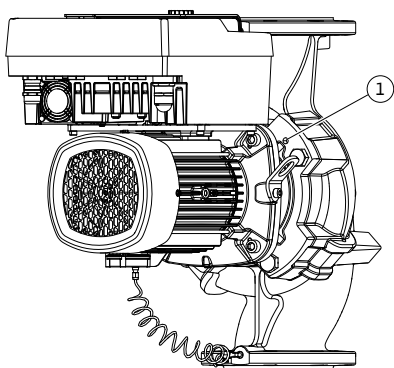

Fig. 103: Wypchnięcie głowicy silnika przez gwintowane otwory
12. W przypadku typu pompy (Fig. III, IV) śruby poz. 29 należy wykręcić. Należy wykorzystać położone obok dwa otwory gwintowane (Fig. 103, poz. 1) i użyć odpowiednich śrub dostarczonych przez użytkownika (np. M10 x 25 mm). Wypchnąć głowicę silnika z korpusu pompy.